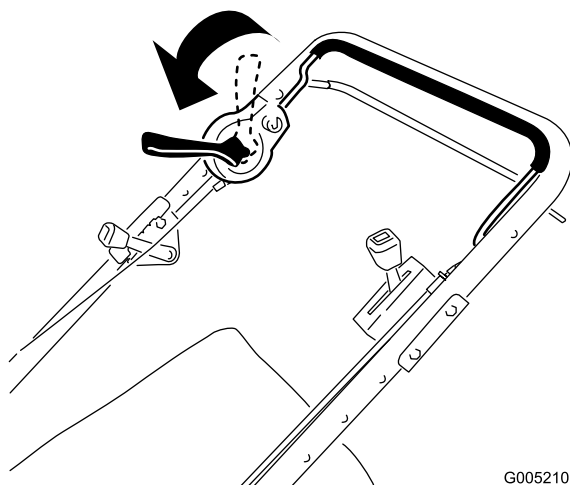

Figure 13
2. Poussez le levier de commande de la lame complètement en avant jusqu'à ce que la lame soit engagée (Figure 13).